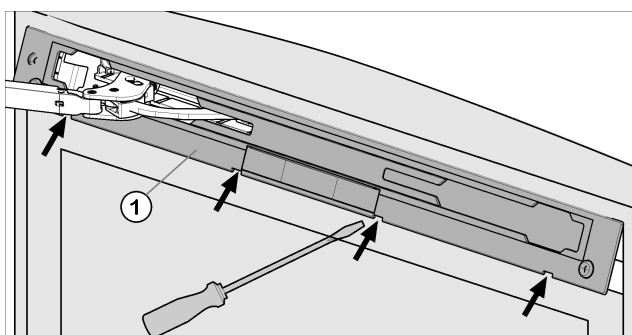

Fig. 11
- Déclipser le panneau Fig. 11 (1) à l'aide d'un tournevis à fente, puis le retirer.